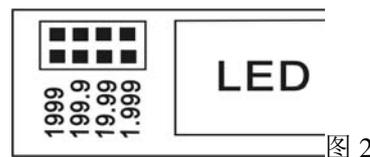

图 2
2、小数点设定（如图 2）
当你移到插针上的短路插，就可以得到图 2 所示小数点位置。